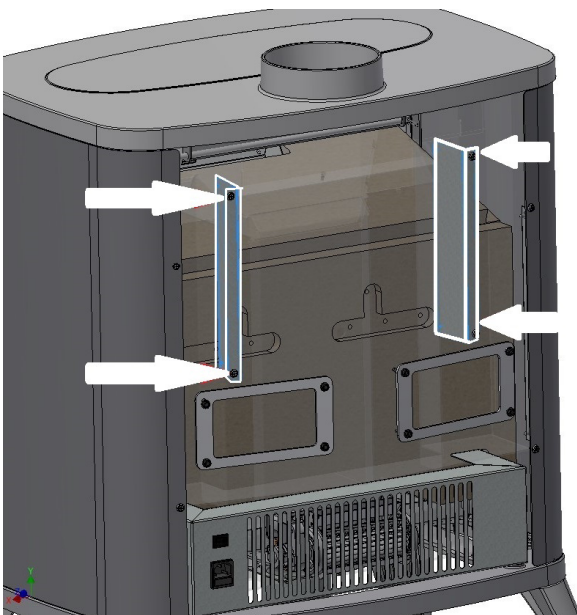

Fig. 14 - Gire los soportes
- Retire los 2 soportes de tiro internos Fig. 14.